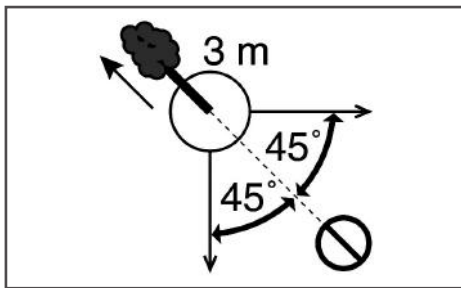

Рис.11 Зона безопасности при валке дерева
- Обязательно выберите путь к отходу. Путь отхода должен быть направлен по диагонали в сторону, противоположную направлению падения, под углом 45 градусов, и вы должны отойти минимум на 3 метра от ствола, на тот случай, если во время падения комель дерева отскочит в сторону. Зона безопасности (А) должна быть не менее 2 1/2 высоты дерева (Рис.11).